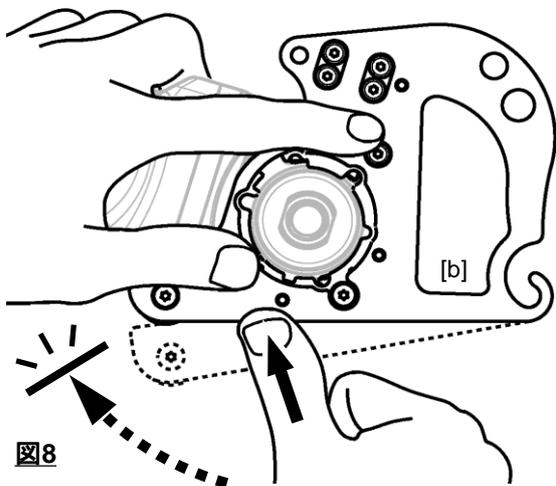

図8
4. [b] アダプタユニットを、上から押さえながら下方のへこみ部を押して、グラインダに突き当たるまで回して下さい。(図8)